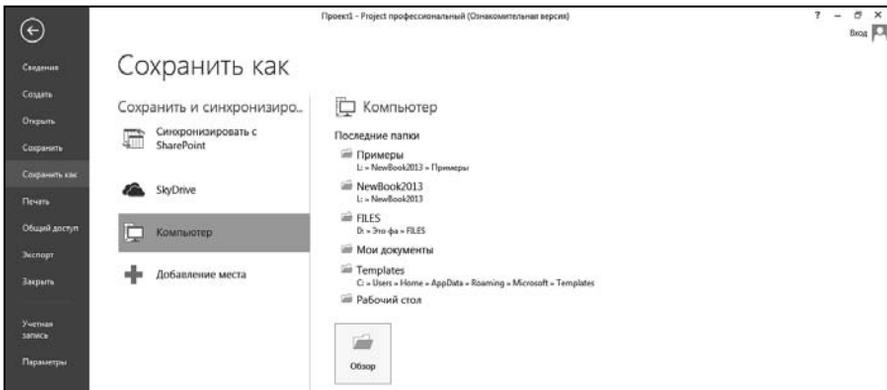

Рис. 5.5. Окно управления сохранением файла
5. Для сохранения файла графика (пока еще в нем нет задач) следует выбрать вкладку **Файл** ленты меню и затем выбрать команду **Сохранить как** (или нажать комбинацию управляющих клавиш <Ctrl>+<S>). В MS Project 2013 эта команда позволяет сохранить файл проекта в облаке, на компьютере (именно этот режим предлагается по умолчанию) или синхронизировать перечень задач проекта с MS Outlook (рис. 5.5).
Для сохранения файла проекта в файловой системе компьютера в показанном на рис. 5.5 окне следует щелкнуть по кнопке **Обзор**. Это вызовет открытие окна, которое применяется во всех программах для сохранения файлов. Присвойте файлу имя Ремонт0 (расширение файлов проектов MS Project всегда mpp). Нажмите кнопку **Сохранить**.